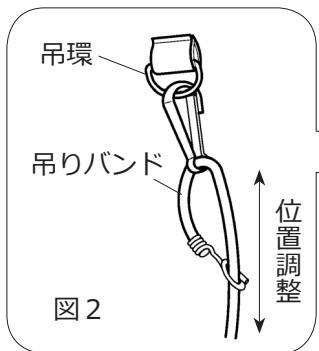

図2
- ② 背負バンド、ウエストバンドを、エンジン部を背負ったとき作業しやすいよう、A 部、B 部、C 部および D 部で調節してください。
- ③ 吊りバンドを装着してください。図 2 のように肩当の吊環とループハンドルに取り付けたステーに取り付けてください。